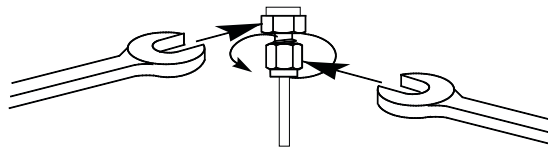

图 19. 最终拧紧
- 8 对于 1/8 英寸的 Swagelok 接头，请使用一对 7/16 英寸的扳手将接头拧紧 3/4 圈。请参阅图 19。
对于 1/4 英寸的接头，请使用一对 9/16 英寸的扳手将其拧紧 1-1/4 圈，如图 19 所示。